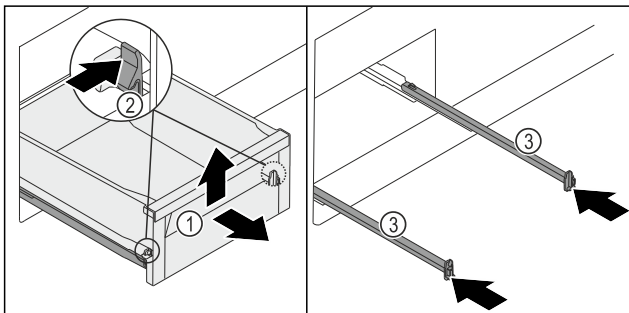

Fig. 118
- Schubfach Fig. 118 (1) bis zum Anschlag herausziehen.
- Klemme Fig. 118 (2) links und rechts gleichzeitig nach innen drücken.
- Schubfach Fig. 118 (1) löst sich von den Schienen.
- Schubfach Fig. 118 (1) vorne hochheben.
- Schubfach Fig. 118 (1) nach vorne entnehmen.
- Schienen Fig. 118 (3) einschieben.